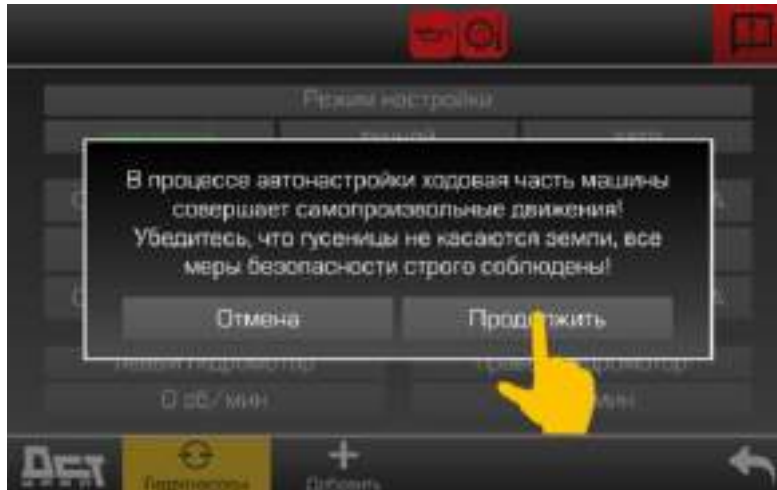

Рисунок 5.144. Предупредительное сообщение
- ▷ Появится предупредительное сообщение, рис. 5.144.
Ознакомиться с предупредительным сообщением и подтвердить соблюдение указаний либо отказаться, для прекращения настройки, рис. 5.144.